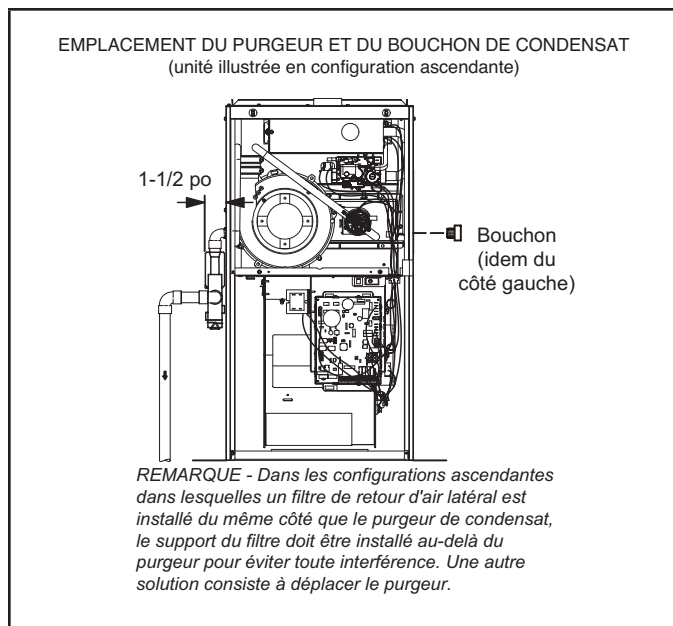

FIGURE 39
Cette unité est prévue pour une sortie à gauche ou à droite du tuyau de condensat en configuration ascendante. En configuration horizontale, le purgeur de condensat doit se prolonger en dessous du générateur. Prévoyez un dégagement d'entretien de 8 po pour le purgeur. Reportez-vous à la FIGURE 39 et à la FIGURE 41 pour les emplacements du purgeur de condensat. La FIGURE 47 illustre le purgeur avec un tuyau en PVC de 1/2 po ou de 3/4 po.
- 3 - Installez le bouchon sur l'ouverture de nettoyage à la base du purgeur. Fixez avec le collier. Reportez-vous à la figure 39.